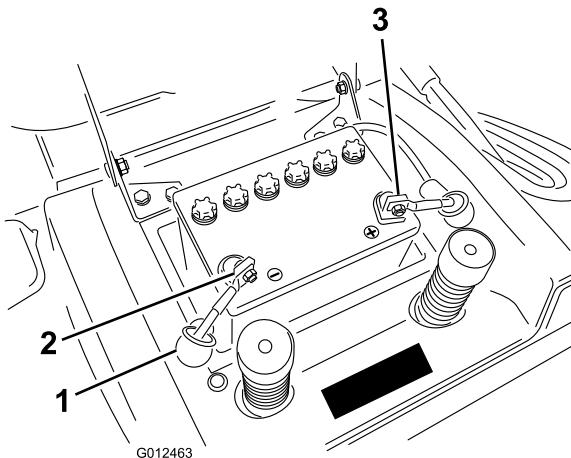

Figura 31
7. Staccate il cavo negativo (nero) di terra dal polo della batteria (Figura 31).
9. Staccate il cavo positivo (rosso) dal polo della batteria (Figura 31).
1. Collocate la batteria sullo chassis volgendo i poli verso il parte posteriore del trattore (Figura 31).
3. Utilizzando il bullone ed il dado ad alette, collegate il cavo positivo (cappuccio rosso) al polo positivo (+) della batteria (Figura 31). Infilate il cappuccio di gomma sul polo della batteria.
4. Utilizzando il bullone e il dado ad alette, collegate il cavo negativo (nero) al polo negativo (-) della batteria (Figura 31). Infilate il cappuccio di gomma sul polo della batteria.